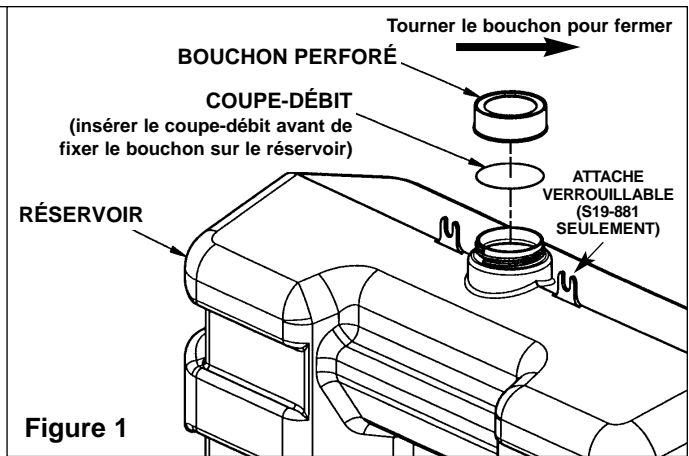

Figure 1
- S19-881 SEULEMENT : S'assurer que les attaches verrouillables sont sur le devant du socle (voir Figure 1). Relever le manchon pour l'enclencher en position relevé (la pince sera automatiquement relâchée).